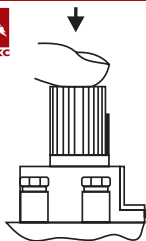

Рис. 7.
- 7.1. Установку ручки управления в требуемое положение производится путем легкого нажатия и поворот в нужное положение (рис. 7).